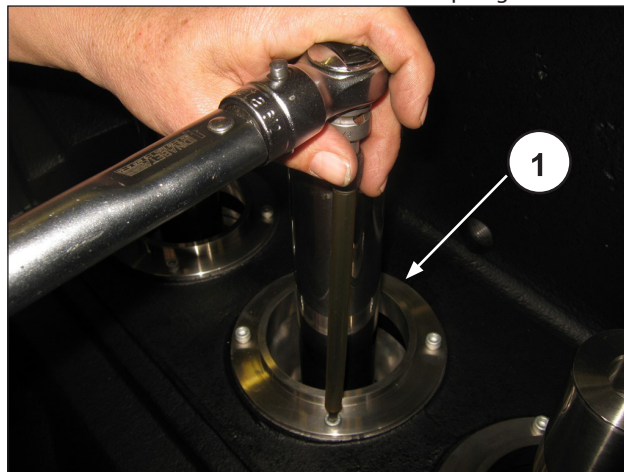

Fig. 160
Serrare le quattro viti M6 (pos. ①, Fig. 160) con chiave dinamometrica tarandole come indicato nel paragrafo 3.